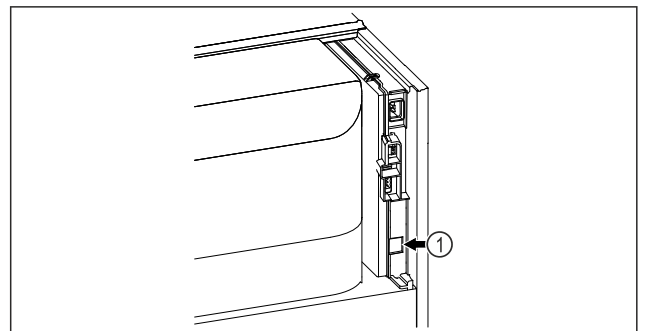

Fig. 109
- Moduli SmartModule Fig. 109 (1) është vendosur.